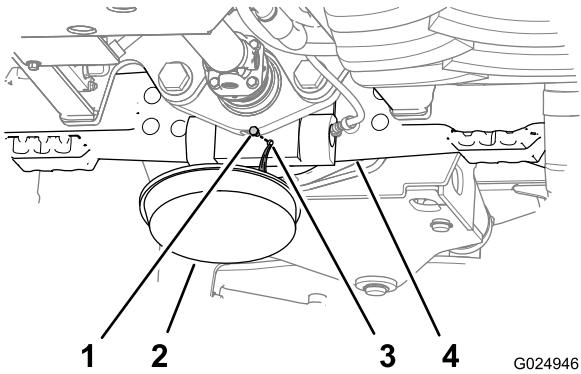
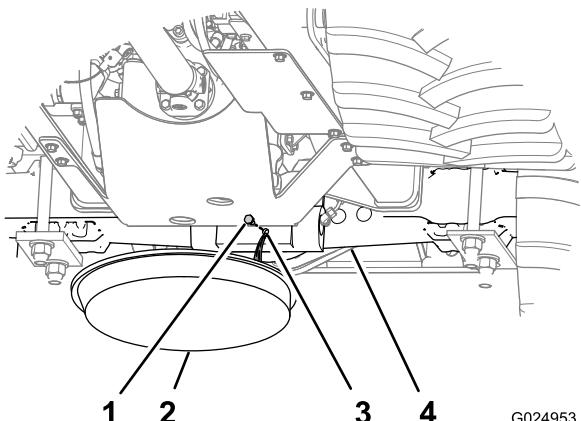

Figure 88
Figure 89
- Placez un bac de vidange sous le carter des pignons de pont (Figure 88 et Figure 89).
- Enlevez les bouchons de l'orifice de contrôle et de l'orifice de vidange des carters de pignons des ponts (Figure 88 et Figure 89).